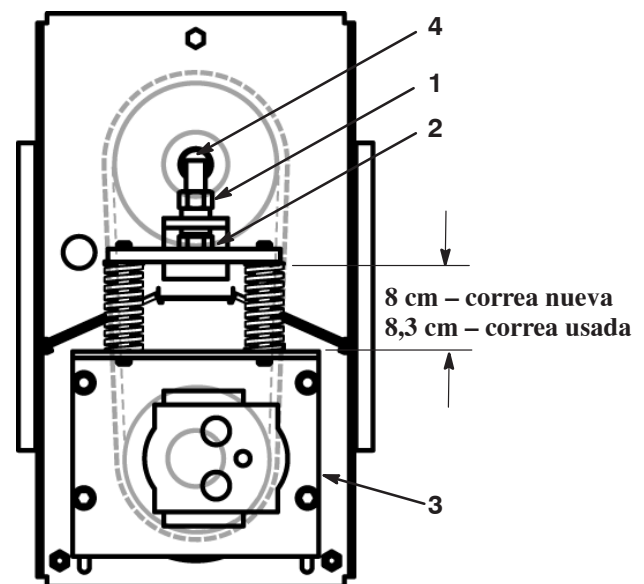

Figura 66
5. Apriete el perno tensor hasta que los muelles estén comprimidos a la dimensión indicada en la figura 66.
11. Apriete el perno tensor hasta que los muelles estén comprimidos a la dimensión indicada en la figura 66.